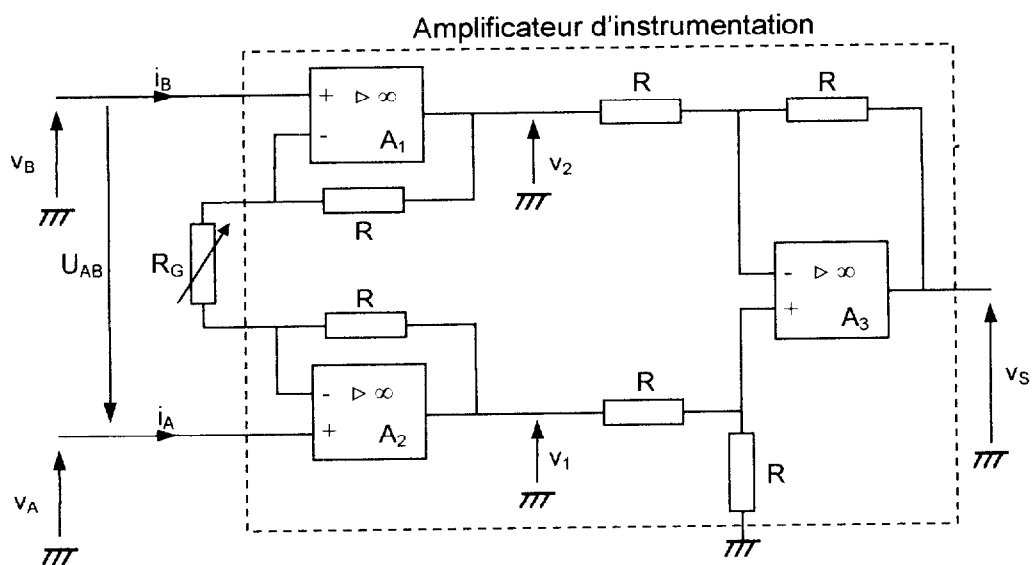

Figure 5
4. Le schéma électrique de l'amplificateur d'instrumentation est donné à la figure 5. Les amplificateurs opérationnels, notés  $A_1$   $A_2$   $A_3$ , sont supposés parfaits et fonctionnent en régime linéaire. La résistance  $R_G$  est une résistance externe qui permet de régler l'amplification différentielle  $A_D$ .